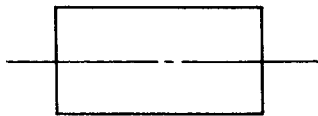

Fig. 3-10
IV. Gently turn the screws on tops of both guide rollers alternately counterclockwise so that the envelope has the shape shown in Fig. 3-10. The shape of the envelope when the tape is running outside the drum lead is shown in Fig. 3-11.
- After the adjustment is complete, eject the tape, then load it again and confirm whether or not the envelope is as shown in Fig. 3-10. If it isn't, go back to 4, then perform adjustment again.
IV. 両側のガイド・ローラーの頭部のネジを少しずつ互いに左に回し、エンベロープを図3-10の様な形状にする。テープがシリンダーのリードから外れて走行している場合のエンベロープの形状は、図3-11の様になります。
- 調整後、一度EJECTし、再度ローディングを行いエンベロープが、図3-10の様な形状になっているかを確認する。なっていない場合は、再度4項に戻って調整する。